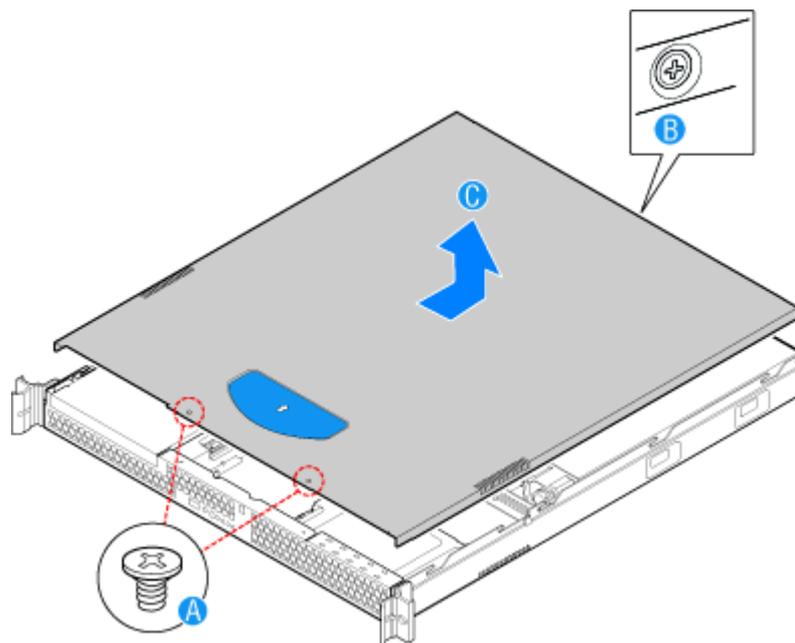

Figure 104: Retrait du capot du serveur
3. Retirez les deux vis situées sur la façade du châssis. Reportez-vous à la lettre “A” dans Figure 104.
4. Desserrez la vis à l'arrière du châssis. Reportez-vous à la lettre “B” dans Figure 104.